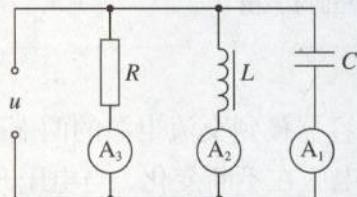

图 5.3-6 电流表如何变化？
- 如图 5.3-6 所示，交流电流表  $A_1$ 、 $A_2$ 、 $A_3$  分别与电容器  $C$ 、线圈  $L$  和电阻  $R$  串联后接在同一个交流电源上，供电电压瞬时值为  $u_1 = U_m \sin \omega_1 t$ ，三个电流表各有不同的读数。现换另一个电源供电，供电电压瞬时值为  $u_2 = U_m \sin \omega_2 t$ ， $\omega_2 = 2\omega_1$ 。改换电源后，三个电流表的读数是否变化？如果有变化，各是增大还是减小？为什么？